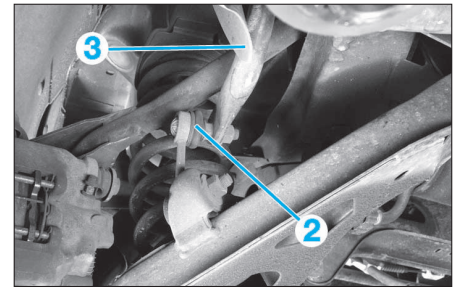

FIG. 61
- Désaccoupler la biellette (2) de la barre stabilisatrice (3) (Fig.61).